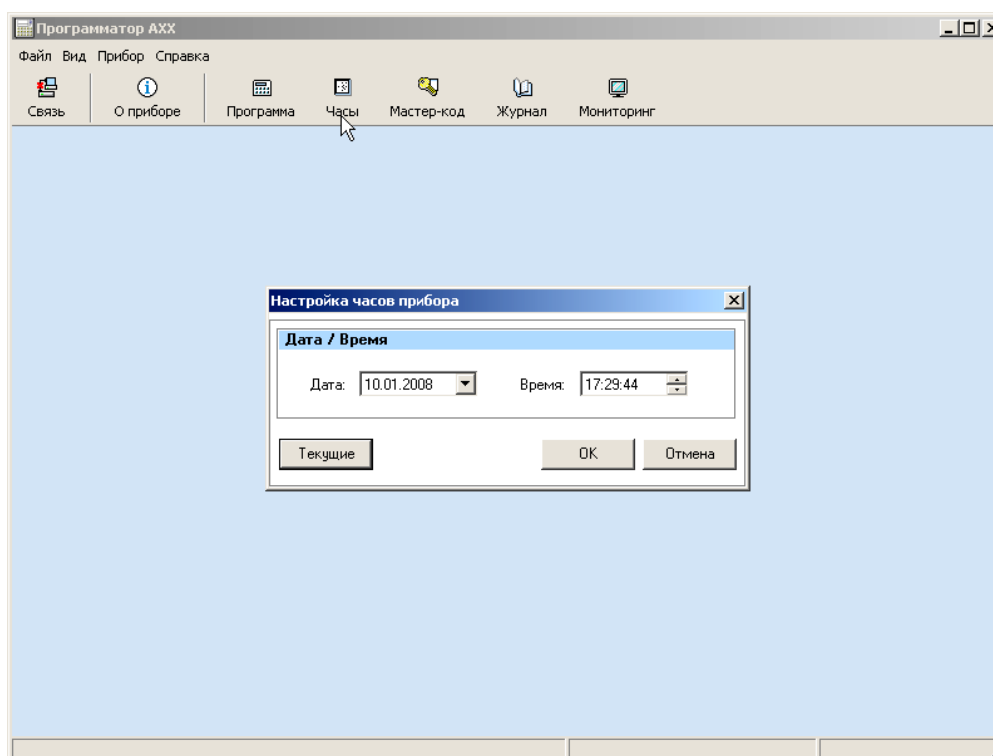

Рисунок 21 – Просмотр и синхронизация встроенных часов программируемого устройства
**2.3.1.4 Сервисная иконка «Часы».** Кликнув на иконку «Часы», возможно осуществить просмотр и синхронизацию встроенных часов программируемого устройства с часами реального времени, рисунок 21.